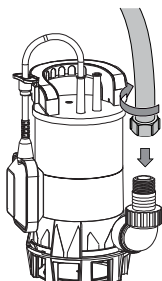

Abb. 3
6. Bei Verwendung eines Schlauches mit Innengewinde (1"): Schrauben Sie den Schlauchanschluss auf das Reduzierstück 7. (siehe Abb.3)
7. Alternativ können Sie auch einen Schlauch mit Innengewinde (1 ½") direkt auf das Winkelstück (8) schrauben.